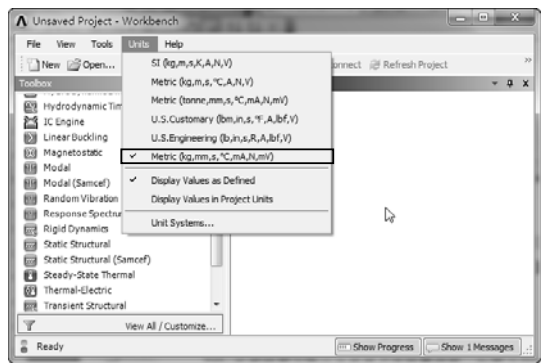

图 12-57 设置分析单位
2) 选择【Units】|【Metric (kg,mm,s, °C,mA,N,mV)】命令，设置分析单位，如图 12-57 所示。